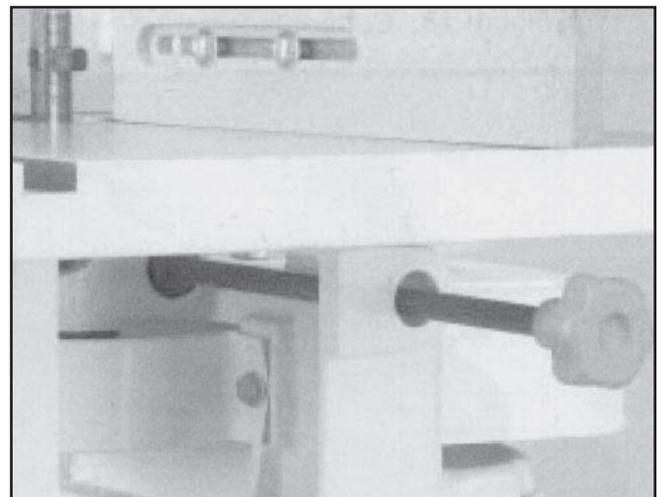

Figura 22. Perilla de seguridad del pivote
1. Afloje la perilla de seguridad del pivote localizada a un lado de la afiladora, como se muestra en la Figura 22.